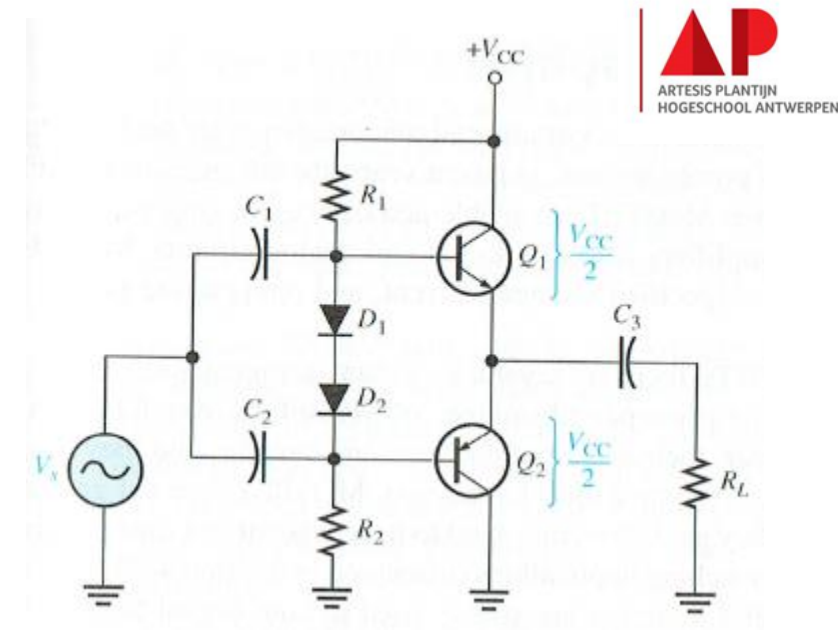

FIGURE 5-35 Single-ended push-pull amplifier.
- De werking met één enkele voeding is hetzelfde als met twee voedingen (zie fig. 5-35) met dat verschil dat de instelling zodanig is de emitterspanning nu op  $V_{CC}/2$  ligt in plaats van op 0 V zoals bij het gebruik met 2 voedingen.